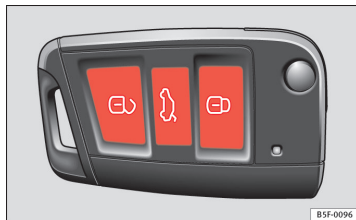

Fig. 48 Clé à radiocommande : affectation des touches
- Pour déverrouiller le véhicule, appuyez sur la touche ⇒ fig. 48.